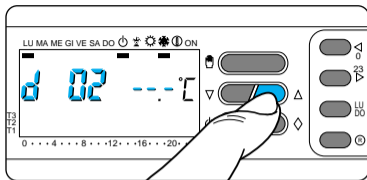

Fig. 73
13.8 - Pulse el botón ▽ o △ hasta llegar al número de días deseado (entre 1 y 99)(fig. 73).